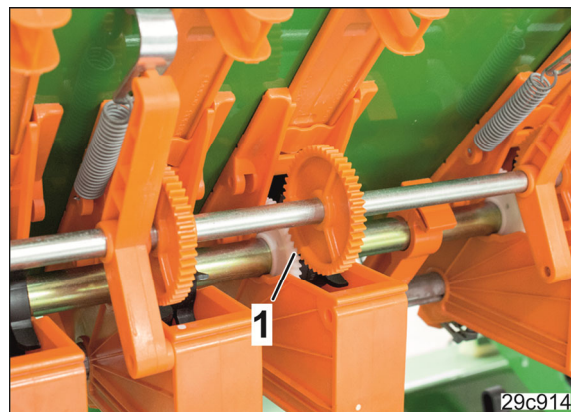

Fig. 232
- 10.1 Veiller à ce que les dents (Fig. 232/1) des roues dentées soient en prise les unes dans les autres.